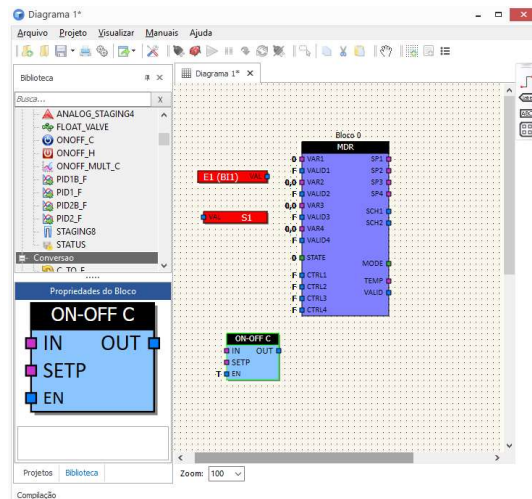

Figura 7
9. Busque o bloco ON-OFF C na categoria "Controle" e o arraste para o diagrama (Figura 7);